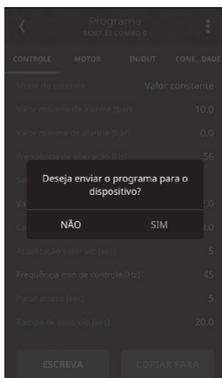

Figura 13 - Tela de Confirmação
13. Ao pressionar a tecla *ESCREVA*, aparecerá uma mensagem para confirmação. Clique em *SIM* para prosseguir, conforme Figura 13.